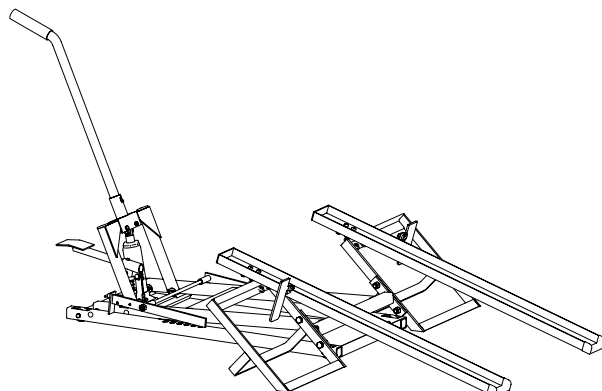

Figure 6 : Assemblage final
6. Abaissez le lève-tondeuse au sol, et faites pivoter les plaques d'arrêt vers l'extérieur (voir figure 6).